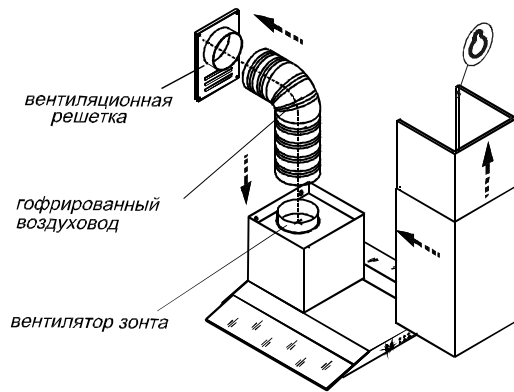
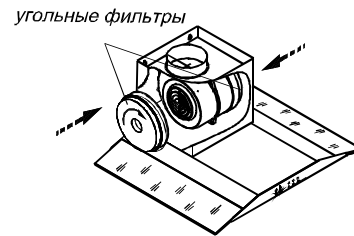

РИС. 5
РИС. 6
- ### 6.3. В зависимости от режима эксплуатации зонта соедините вентилятор с вентиляционной решеткой полужестким гофрированным воздуховодом (рис. 5) или установите на вентилятор угольные фильтры (рис. 6)
### 6.4. Установите фальштрубы (рис. 5).